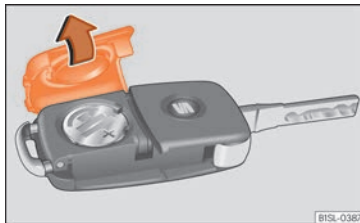

Abb. 87 Fahrzeugschlüssel: Batteriefachdeckel
- Abdeckung auf der Rückseite des Fahrzeugschlüssels »» **Abb. 87** in Pfeilrichtung abnehmen »» ❶.
- Abdeckung wie gezeigt ansetzen »» **Abb. 87** und entgegen der Pfeilrichtung auf das Fahrzeugschlüsselgehäuse drücken, bis sie einrastet.